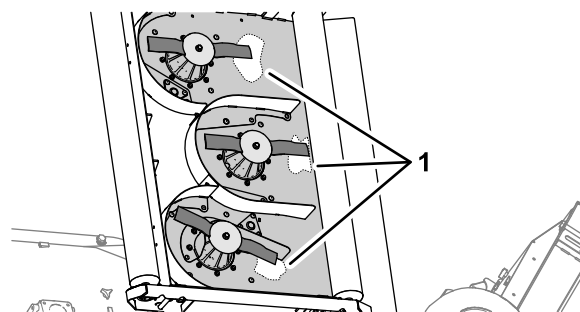

Figure 71
2. Nettoyez la surface inférieure du tablier de coupe adjacente au bord de coupe, à l'arrière de la lame (Figure 71).